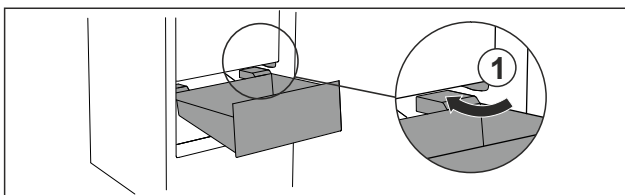

Fig. 94
- ▶ Guider le tiroir en biais en contournant les butées Fig. 94 (1).